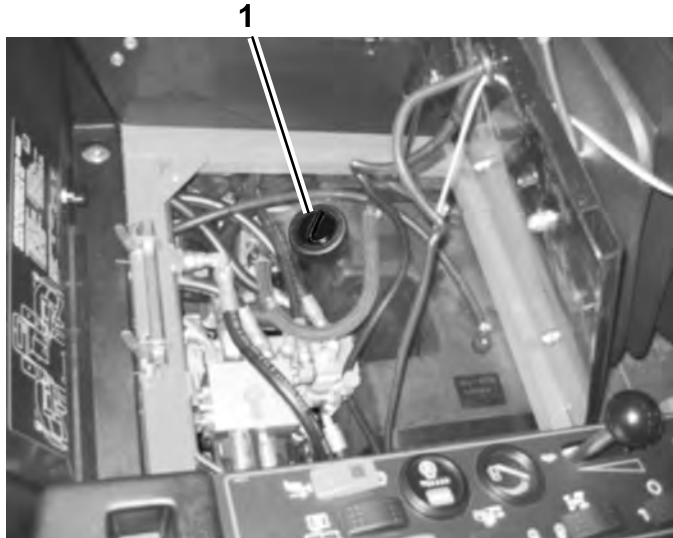

Figura 9
3. Pulite attorno al collo del bocchettone e del tappo del serbatoio idraulico (Figura 9). Togliete il tappo dal collo del bocchettone.